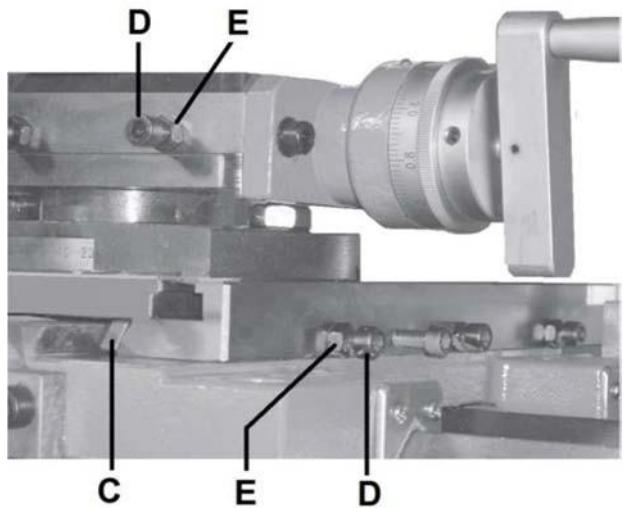

Abb. 11-3: *Schlitten einstellen*
Jeder Schlitten ist mit einer Einstellleiste versehen (C, Abb. 11-3). Mithilfe der Schrauben (E), an denen Sicherungsmuttern angebracht sind, können Einstellungen vorgenommen werden.